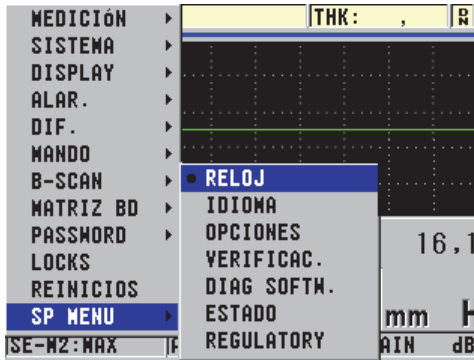

Figura 4-2 Pantalla CONF. MENU
2. En la pantalla **CONF. MENU** (véase la Figura 4-2 en la página 55), seleccione **RELOJ**.